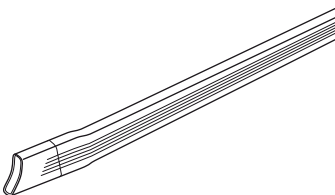

Abb. 9
■ **lange, flexible Fugendüse (Abb. 9):** Benutzen Sie diese, um Staub aus entlegenen, schwer zugänglichen Stellen zu saugen.